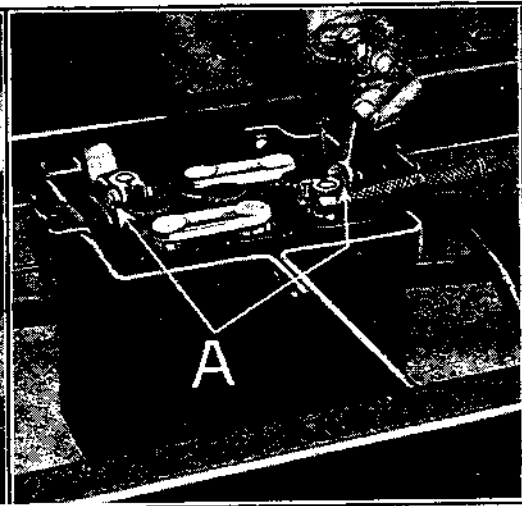

Fig. 42
b) Débrancher la connexion de masse et le câble batterie-interrupteur en desserrant les bornes de la batterie. (Voir A, fig. 42.)